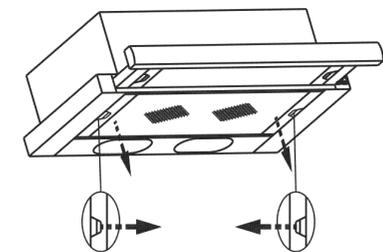

рис. 7
8.3 Для очистки алюминиевого фильтра извлеките его из вытяжки (рис. 7) и произведите его очистку с помощью щетки водным раствором нейтрального моющего средства вручную или в посудомоечной машине (при 60°C). Сильно загрязненный фильтр не следует мыть в посудомоечной машине. Старайтесь не сгибать фильтр при мойке. Возможное изменение цвета фильтра, с течением времени, не приводит к снижению эффективности его действия.